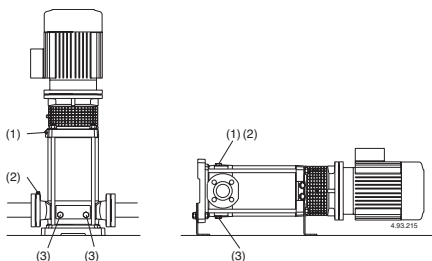

Fig. 4d (1) Remplissage et évent
(2) Event aspiration
(3) Vidange
Avec le **niveau d'eau côté aspiration sur la pompe** (fonctionnement en charge, **fig. 3B**), remplir la pompe en ouvrant lentement et complètement la vanne sur le tuyau d'arrivée, en tenant ouverte la vanne de refoulement et les bouchons (1), (2) (**fig. 4d**) pour purger l'air.
Serrer les bouchons d'évent (1), (2) (**fig. 4d**), pour CVD 031-051-101-151-201 serrer la vis-épingle (14.17) dans le bouchon de vidange (14.12) (**fig. 4b**) et fermer l'évent (14.04).